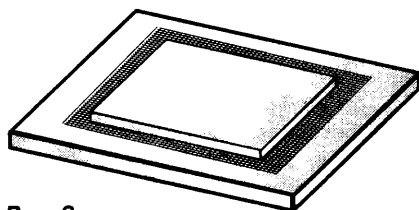

Рис. 2.
6. Обрезаем пласт по нужному нам размеру — 450х300 мм. Пласт должен быть везде одинаковой толщины, но более 7–8 мм (рис. 2).